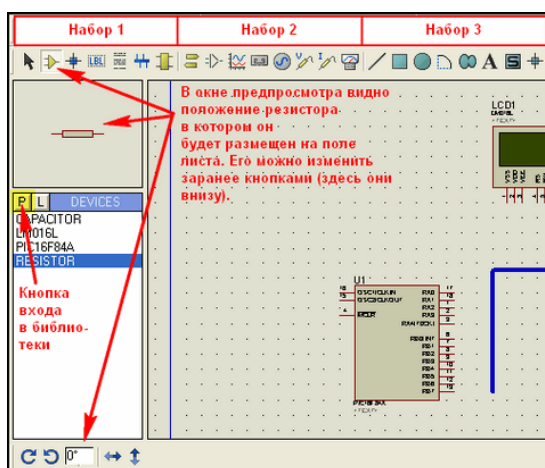

Рис. 10
В отличие от верхних левый набор кнопок отключить нельзя. Для уменьшения размеров рисунка я перетащил его на горизонталь (Рисунок 10). Так он меньше места занимает, да и описывать мне его удобнее слева направо. Четкого разделения по функциональному назначению в этом тулбаре нет, поэтому я условно разделил его так, как проведены границы в Протеусе на три набора. Но это просто для удобства описания. Плюс к тому по умолчанию там же расположены кнопки поворота/отражения объекта. У меня на рис. 10 они получились внизу. Здесь я кратко, как и в предыдущем параграфе, приведу назначение кнопок, а подробнее мы столкнемся с ними при редактировании проектов и создании моделей. Чуть не забыл еще одно основное свойство левого тулбара – кнопки не имеют дублирующего вызова функций с клавиатуры. Так что здесь все действия возможны только мышкой. В скобках за названием кнопки размещено описание ее вида в меню. Итак:
**Component Mode** – (кнопка с изображением желтой мнемоники OY) – режим выбора/размещения компонентов. В этом режиме компоненты из селектора объектов размещаются в окно редактирования. При выборе требуемого компонента в селекторе его вид отображается в окне предпросмотра. Вот здесь и вступают в действие кнопки предварительного поворота/отражения объекта. С помощью их можно выбрать в каком положении будет размещаться объект на поле в окне редактирования. В окне предпросмотра это положение будет отражено (Рис. 10). В режиме **Component Mode** первый щелчок левой лапой мыши по полю окна редактирования вызывает подсветку контура размещаемого объекта, а второй щелчок устанавливает его на выбранное место. Также как и в предыдущем режиме доступно проведение проводов между выводами компонентов.
На рисунке 12 цифрами показана последовательность превращения текста скрипта в жирный (**Bold**) красный на вкладке **Style** окна редактора **Edit Script Block**. Аналогичными вкладками **Style** обладают и другие объекты ISIS, например 2D графика (Набор 3 на рис. 10), но набор функций немного другой. Я это подчеркиваю к тому, чтобы в дальнейшем не останавливаться на том как поменять стиль: цвет, толщину линий, заливку и т.п. Последовательность действий везде одна и та же: сначала снять флажок, затем изменить параметр, который при этом становится доступным для изменения.
Все кнопки данного набора относятся к режиму 2D (двухмерной) графики. В общем те, кто имел дело с графическими редакторами, без труда догадаются что к чему. Но бегло поясню по рис. 10 слева направо: линии, прямоугольники, круги, дуги, замкнутые полигоны. Те из них, которые имеют в изображении зеленую заливку – могут заливаться. Немного про полигоны (восьмерка с заливкой на боку). Тут Лабцентр слегка «загнул» насчет мнемоники. Дело в том, что доступны для рисования только многоугольники, что обычно на кнопке изображается звездочкой или пятиугольником. Так что не надейтесь получить такую фигуру с плавными кривыми и заливкой, как на мнемонике кнопки – не выйдет. Далее следует кнопка размещения текста (мнемоника А), и на этом стандартные графические кнопки кончаются. По ним только одно существенное замечание. По умолчанию все они находятся в режиме **Global Style – Component**. Это означает, что нарисованные фигуры и линии по цвету будут соответствовать бордюру микросхем – коричневый, а заливка будет цвета хаки. Изменить цвета можно через окно свойств после прорисовки графики как я рассказывал ранее, либо заранее выбрав в селекторе объектов другой глобальный стиль. При этом в окне предпросмотра отображается как будет выглядеть нарисованный элемент. Редактирование же самих глобальных стилей возможно через верхнее главное меню **Template => Set Graphic Styles...**